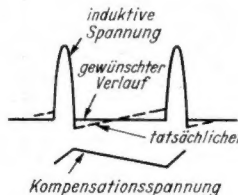
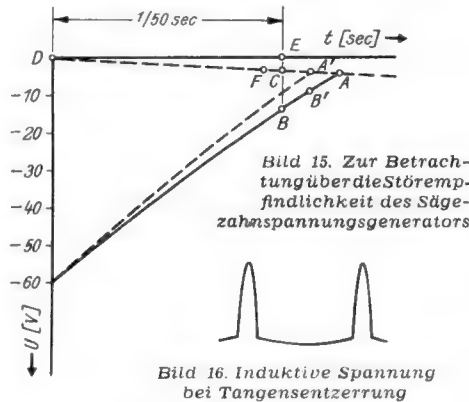

Bild 13. Verlauf der induktiven Spannung an den Spulen ohne und mit Berücksichtigung des ohmschen Widerstandes
Bild 16. Induktive Spannung bei Tangensverzerrung
Zunächst sei angenommen, daß der Stromanstieg in den Ablenkspulen während des Hinlaufs zeitlinear ist; dann muß während des Hinlaufs die Spannung an den Spulen konstant sein. Dies gilt allerdings nur, wenn der ohmsche Widerstand vernachlässigbar klein ist. Tatsächlich ist dies nicht der Fall. Den Spannungsverlauf für diesen Fall zeigt Bild 13 (ausgezogene Kurve).
stehenden induktiven Spannung überlagert sich also eine Sägezahnspannung. Sie ist durch das Glied Ri der Gleichung (7) gegeben. Tatsächlich wird nun durch die Diode nicht die induktive Spannung konstant gehalten, sondern die Spannung U. Dem induktiven Spannungsverlauf ist der ohmsche überlagert, wie dies Bild 13 zeigt. Nimmt man an, daß zu Beginn des Hinlaufs der Strom i klein ist, am Ende des Hinlaufs am größten, so wird die induktive Spannung zu Beginn des Hinlaufs einen bestimmten Wert haben, der am Ende des Hinlaufs um den Betrag Ri vermindert, also zu klein geworden ist. Soll die induktive Spannung jedoch konstant bleiben, so muß der den Spulen zugeführten Spannung die durch den ohmschen Widerstand R verursachte Sägezahnkomponente hinzugefügt werden. Zur konstanten Spannung der Diode muß also eine Sägezahnspannung zur Kompensation des ohmschen Widerstandes addiert werden. In Bild 13 ist diese angedeutet. In Bild 4 wird die Spannung zu der am Kondensator C 22 liegenden addiert. Dazu dient der aus C 22, C 23, L 6 und einer Teilschleife des Transformators gebildete und durch einen ohmschen Reihenwiderstand gedämpfte Schwingkreis. An C 22 entsteht infolge der vom Transformator dem Kreis zugeführten Impulsspannung durch Integration des Stroms die notwendige Kompensationsspannung. Das richtige Maß der Kompensation wird durch Regelung von L 6 erreicht. Die Resonanz des Kreises liegt unterhalb der Horizontalfrequenz.
Der Strahl muß also mit zunehmender Auslenkung abgebremst werden. Dies besorgt der Kondensator C 22. Er bildet mit den Ablenkspulen einen Resonanzkreis. Dadurch bleibt, wie Bild 16 zeigt, die induktive Spannung während des Hinlaufs nicht konstant, sondern sie verläuft nach einer Sinusfunktion. Die Eigenfrequenz des Kreises liegt jedoch so tief, daß nur eine geringe Amplitude der Sinusschwingung erreicht wird.
bzw. je größer die Selbstinduktion ist, um so kleiner muß der Kondensator sein. Im vorliegenden Fall besitzt er eine Kapazität von 60 nF. Praktisch ist dem Spannungsverlauf nach Bild 16 noch die Kompensationsspannung zur Linearisierung überlagert (Bild 13).